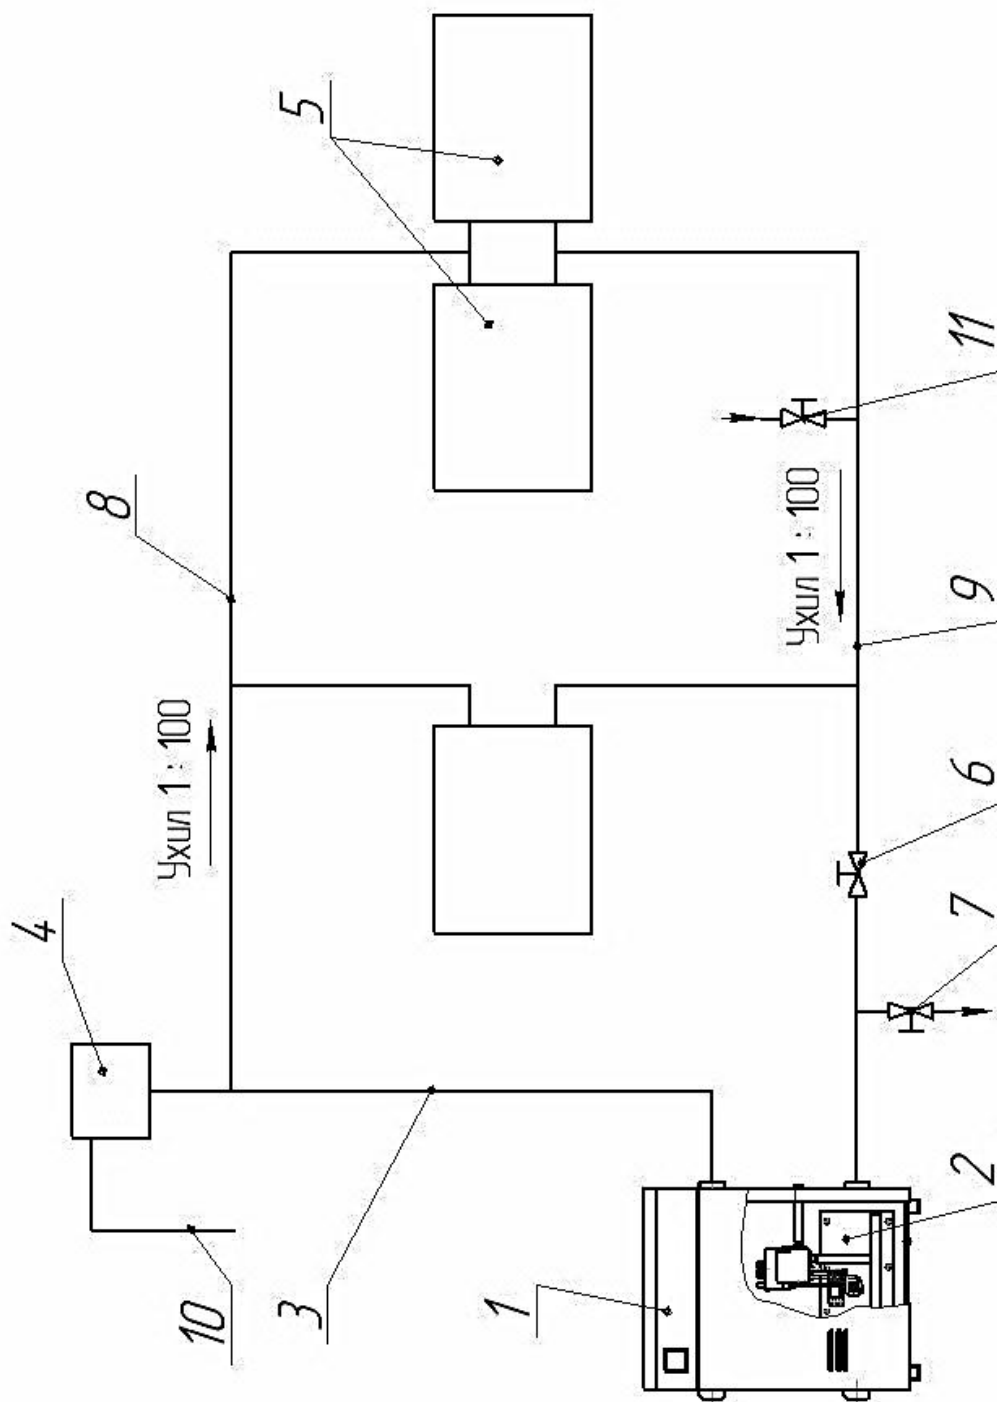

Рисунок 4 – Принципова схема підключення котла КС-Г до системи опалення з природною циркуляцією теплоносія
- перевірити, чи відкритий пробковий кран 6 (рисунок 4);
- за допомогою триходового крана 9 рис. 4а – від'єднати тепломережу;
5.5.1 В системі опалення обов’язкова наявність розширювального бака закритого або відкритого типу. В системах опалення відкритого типу розширювальний бак 4, згідно з рисунком 4, повинен бути розміщений у найвищій точці системи і встановлений в опалювальному приміщенні. При встановленні розширювального бака в приміщенні, що не опалюється, його необхідно утеплити, щоб уникнути замерзання. Місткість розширювального бака повинна бути менше 5% об’єму води системи опалення. В системах опалення закритого типу, крім розширювального баку 4 (рис. 4а), обов’язково установка манометра 2 та запобіжного клапану 10.
Рисунок 4а – Схема підключення котла до опалювальної системи з примусовою циркуляцією теплоносія
8.1.1 Наповнення закритої системи опалення, з примусовою циркуляцією теплоносія, потрібно виконувати за допомогою вентиля 15, згідно з рис. 4а, до появи в системі надлишкового тиску $0,08 \dots 0,1 \text{ МПа}$ ($0,8 \dots 1 \text{ кгс/см}^2$) на шкалі манометра 2, при робочій температурі теплоносія. Наявність в закритій системі запобіжного клапана 10 налаштованого на тиск $0,2 \dots 0,25 \text{ МПа}$ ($2 \dots 2,5 \text{ кгс/см}^2$) – **обов'язкова**.